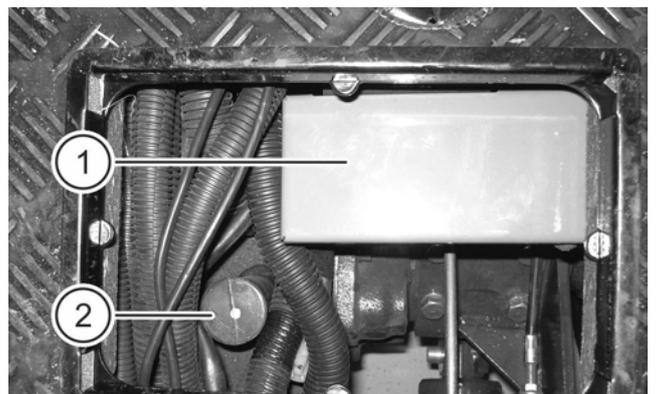

ABB. 100
ABB. 100: Am hinteren Dachholm ist eine Rundumkennleuchte (1) auf einem schwenkbaren Sockel (2) angebracht. Zum Ein- und Ausschalten betätigen Sie Schalter 3 (ABB. 88) an der Schalttafel im Kabineninnenraum.